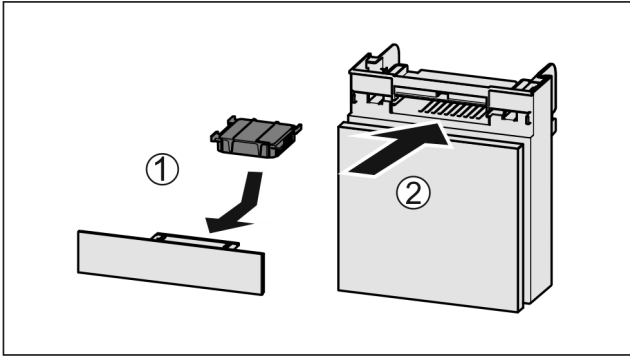

Fig. 156
- ▶ Insérer le filtre à charbon actif d'après le schéma Fig. 156 (1).
- ▶ Insérer le compartiment Fig. 156 (2).